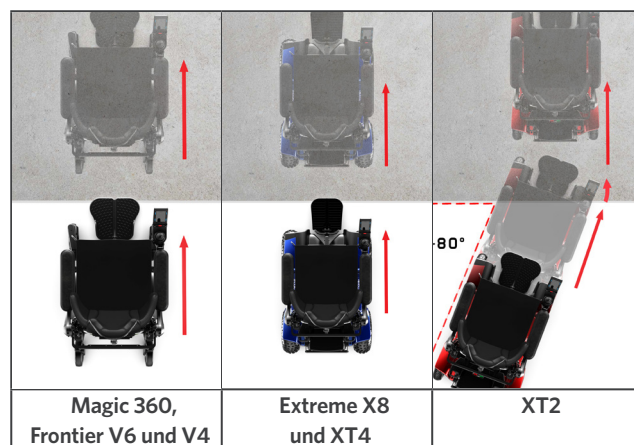

Figure 3.1 – Auf ein Hindernis zufahren
- Magic 360, Frontier V6 und V4, Extreme X8 und XT4: Nähern Sie sich einem Hindernis immer so, dass beide Vorderräder gleichzeitig das Hindernis berühren (Abbildung 3.1).
- XT2 Nähern Sie sich dem Hindernis so, dass beide Räder das Hindernis gleichzeitig oder in einem leichten Winkel berühren (Abbildung 3.1).